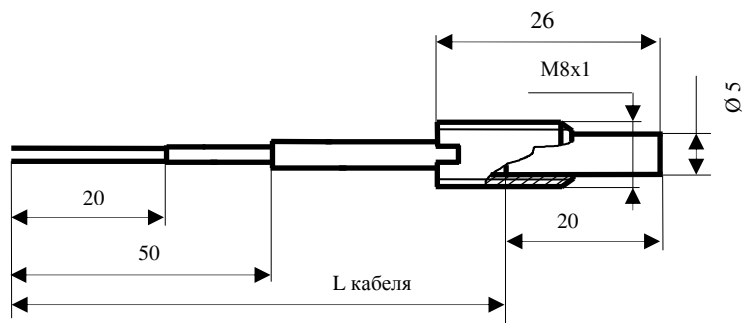

Рисунок 1. Термопреобразователь ТСМ 0618-06 модель 1
- Внешний вид и основные размеры термопреобразователя представлены на рис. 1–4.